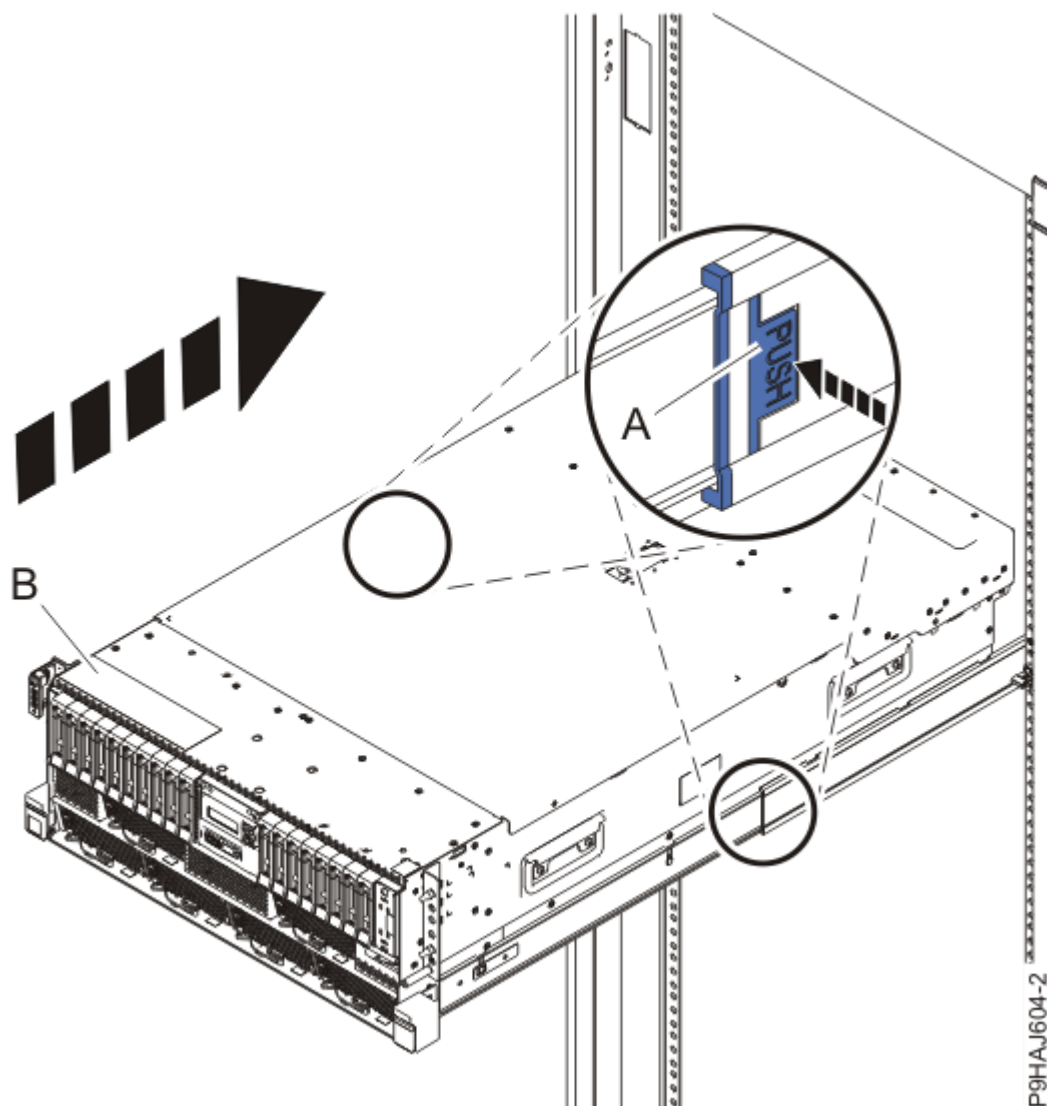

図 44. システムの操作位置への設置
3. ラック・マウント型システムの場合、青色のレール安全ラッチ **(A)** を、51 ページの図 44 に示されているように内側に押してアンロックします。